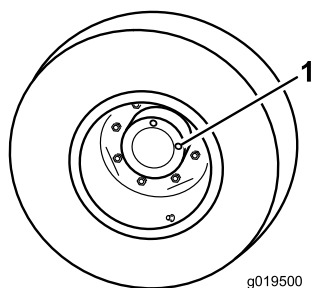

Bild 66
1. Wenn die Maschine auf einer ebenen Fläche steht, positionieren Sie das Rad so, dass eine Prüfschraube (Bild 66) auf 12 Uhr und die andere auf 3 Uhr steht.
1. Prüfschraube (2)
2. Entfernen Sie die Schraube, die auf 3 Uhr steht (Bild 66). Der Ölstand sollte an der Unterkante des Prüfschraubenlochs liegen.